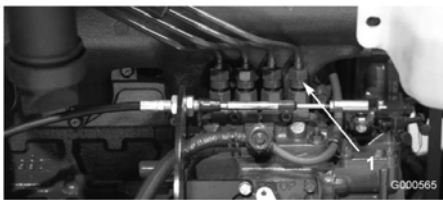

図 40
1. 燃料噴射ポンプの No.1インジェクタ・ノズル (図 40) へのパイプ接続部をゆるめる。